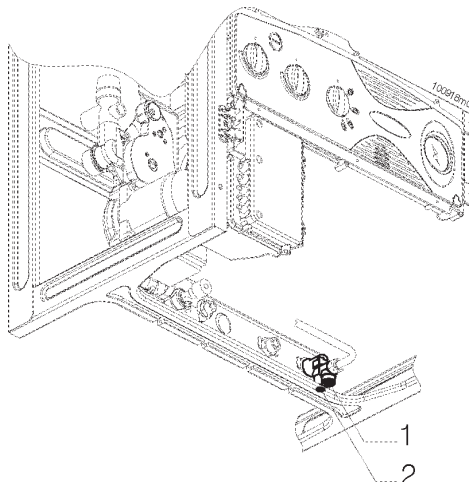

Figura 28 - selettore portata acqua calda sanitaria
- se la temperatura dell'acqua è troppo fredda occorre ridurre la portata dell'acqua attraverso il selettore "2" (vedi figura 28) fino al raggiungimento della temperatura desiderata.